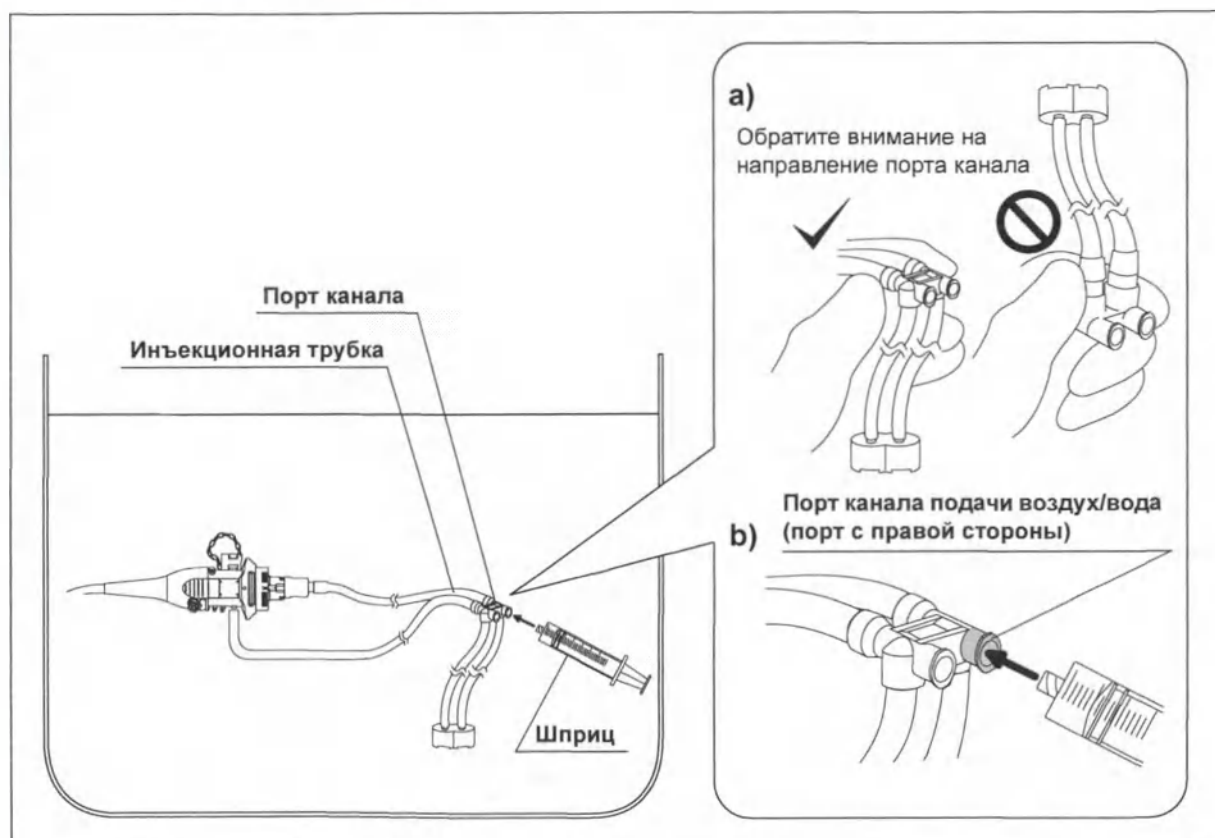

Рисунок 5.49
- 7 Присоедините шприц к порту канала подачи воздух/вода инъекционной трубки. (см. рис. 5.49)
- 14** Присоедините шприц к порту канала подачи воздух/вода инъекционной трубки. (см. рис. 5.49)